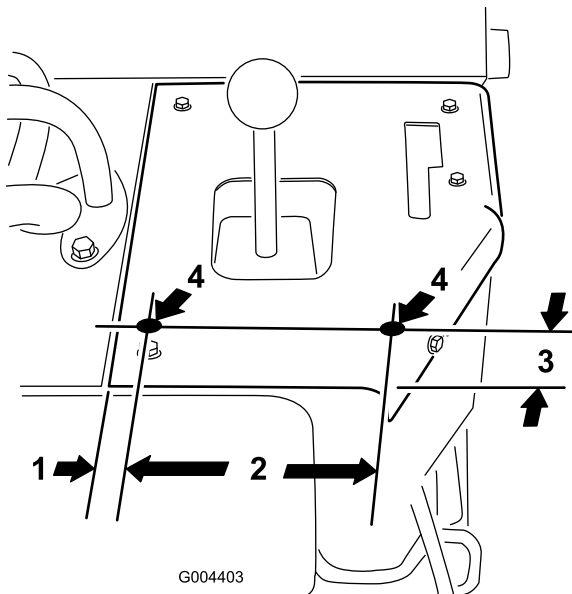

Figure 8
2. Localisez et percez 2 trous (3/8" de diamètre) dans le panneau de commande, sous le levier du bras de chargeuse (Figure 8).